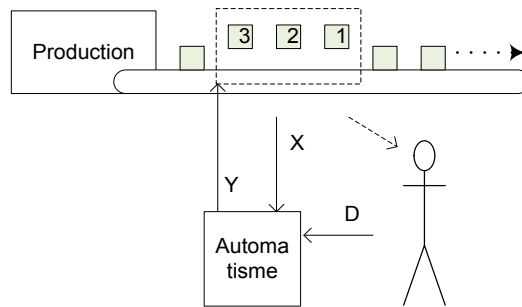

Figure 7 : Automate de sélection sur un convoyeur
À partir du numéro 3 du procédural 1 et de la figure 7, réalisez la conception haut niveau de la désérialisation des canaux droit et gauche du port I2S. Le **schéma bloc** doit inclure, comme éléments fonctionnels, des circuits de moyenne intégration comme le registre à décalage et le compteur, en plus d'une petite machine à états finis servant à contrôler le flot d'information. **Il est important de réaliser cette conception par vous-même autant que possible. C'est la partie la plus difficile de la conception de MEF.** Quand vous aurez réalisé votre schéma-bloc, comparez-la avec le schéma bloc du décodeur dans le projet Vivado de la problématique. Ensuite, dessiner le **diagramme d'état de la MEF** contrôlant les circuits de moyenne intégrations permettant de faire cette fonction de lecture. Ne commencer pas à écrire de code avant d'avoir un diagramme d'état!
Comme illustré sur le chronogramme de la figure 7, annoté en rouge pour canal gauche (en vert pour canal droite), la machine à états du décodeur doit d'abord détecter les fronts descendants (ou montants pour droite) de i_LRC (1), puis détecter un à un les 24 bits présentés en série sur i_dat à chaque front montant de d_ac_bclk (2). Quand les 24 bits d'un canal ont été reçus, ils sont placés dans le vecteur $o_dat_left(23 : 0)$ (3).